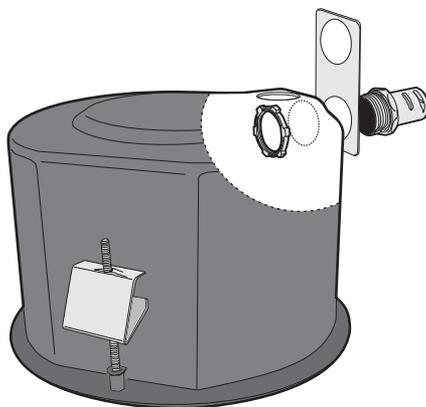

Figura 2. Encaixe do adaptador de conduíte, contraporca e suporte para corrente de segurança
2. Encaixe um adaptador de conduíte (não fornecido), uma contraporca (não fornecida) e um suporte para corrente de segurança (consulte figura 2).
- ❶ Placas de montagem traseira
- ❷ Teto
- ❸ Anel de montagem
5. Encaixe um adaptador de conduíte (não fornecido), uma contraporca (não fornecida) e um suporte para corrente de segurança (consulte figura 2 na página 8).